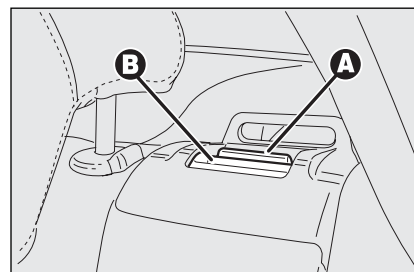

fig. 96
- sollevare la leva **A-fig. 96** di ritengo schienale e ribaltare quest'ultimo in avanti. Il sollevamento della leva è evidenziato da una "banda rossa" **B**.
**Assicurarsi che lo schienale risulti correttamente agganciato su entrambi i lati ("bande rosse" B-fig. 96 non visibili) per evitare che, in caso di brusca frenata, lo schienale possa proiettarsi in avanti causando ferimento ai passeggeri.**